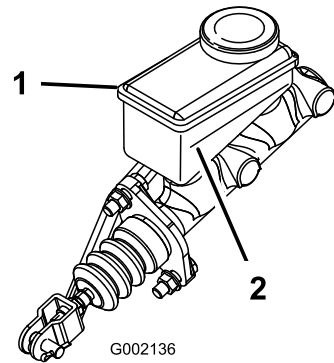

**Figure 48**
1. Soulevez le capot pour accéder au maître-cylindre de frein et au réservoir (Figure 48).
- A. Nettoyez la surface autour du bouchon du réservoir et enlevez le bouchon (Figure 48).
- C. Remettez le bouchon du réservoir (Figure 48).